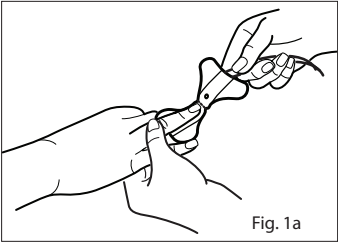

Fig. 1a
2. Reportez-vous à la Fig. 1a. Orientez le capteur de façon à ce que le détecteur puisse être placé en premier. Placez le bout du doigt sur le trait tiré, la partie charnue du doigt recouvrant le dessin du doigt et la fenêtre du détecteur.